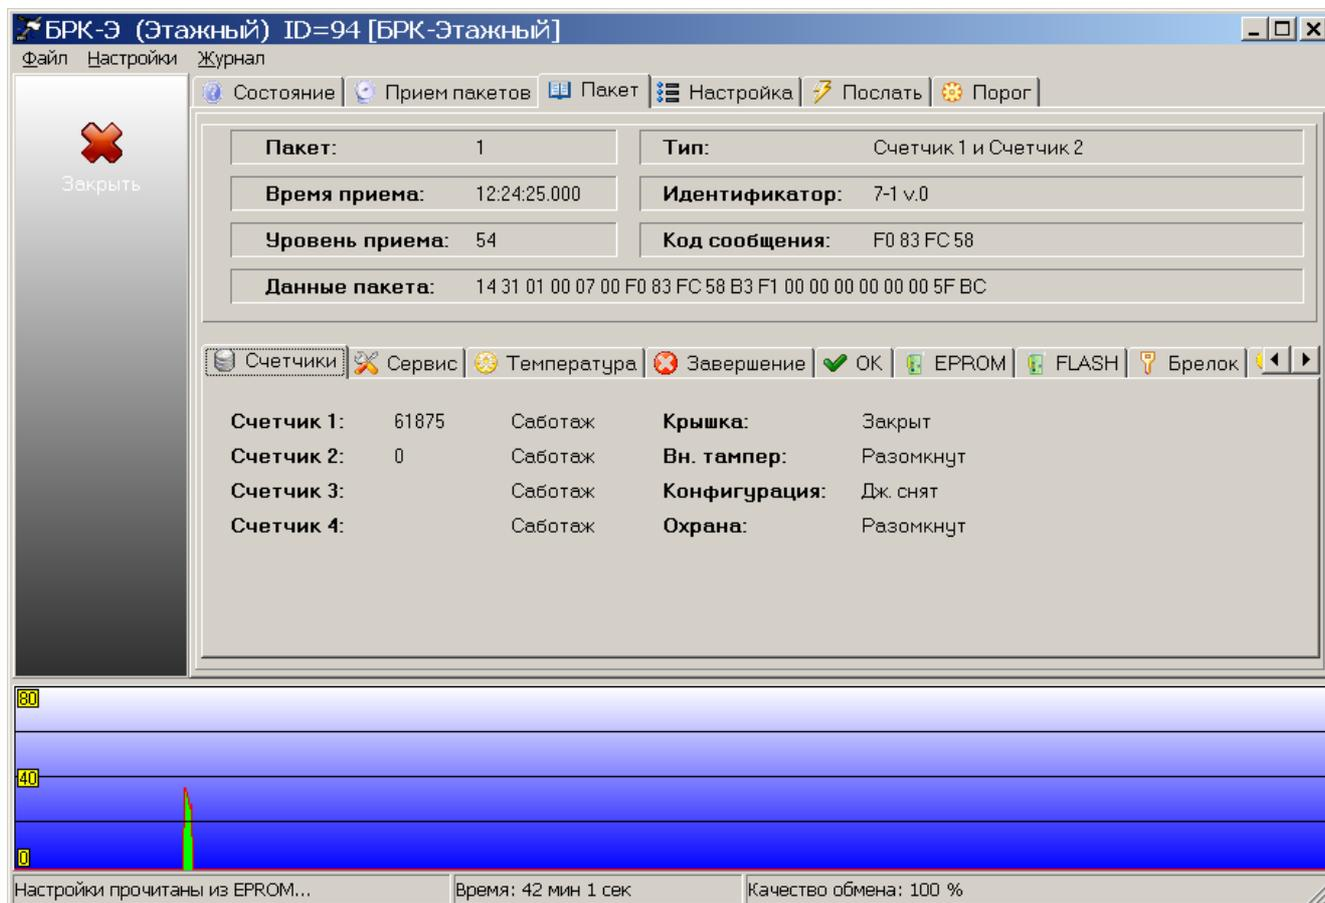

Рисунок 23
3) Выбрать радиопакет (счетчики) с кодом id, соответствующим проверяемому БРК-К. Откроется вкладка «Пакет». На вкладке «Счетчики» проверить отображение информации радиопакета, полученного от БРК-К (рисунок 23):